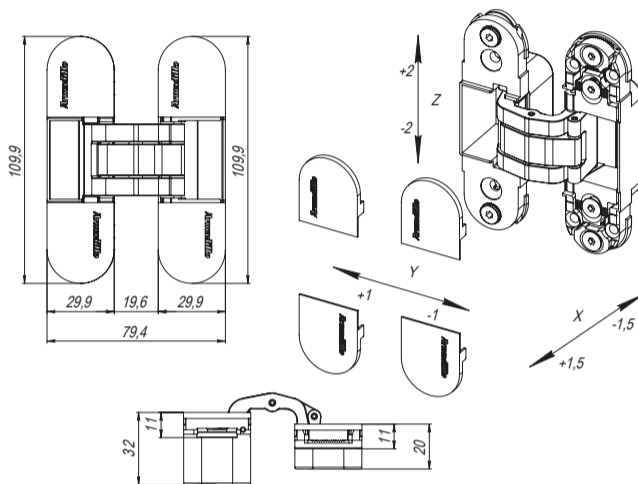

Рисунок 2 – Габаритные размеры петель.
- Габаритные размеры в открытом положении петли (рис.2):